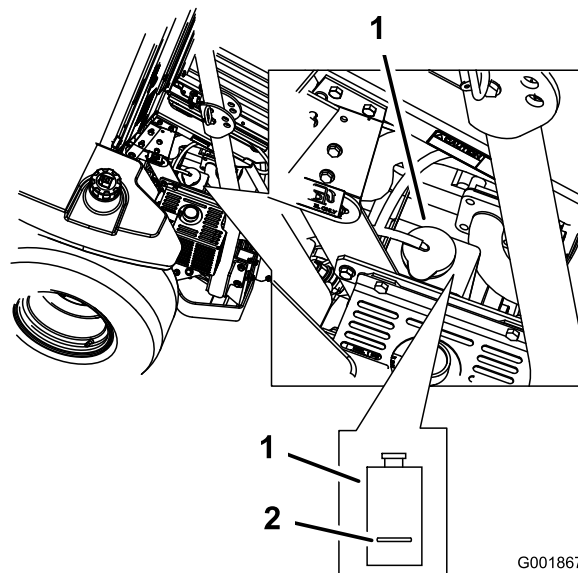

Figura 62
3. Con el motor frío, compruebe el nivel del depósito de expansión. El nivel de líquido debe llegar a la línea en relieve en el exterior del depósito de expansión (Figura 62).
4. Si el nivel de refrigerante es bajo, añada una mezcla al 50% de anticongelante de larga vida/Dex-Cool® y agua al depósito de expansión (Figura 62).
5. Añada la mezcla al 50% de refrigerante al depósito de expansión y llénelo hasta la línea marcada en el depósito (Figura 62).